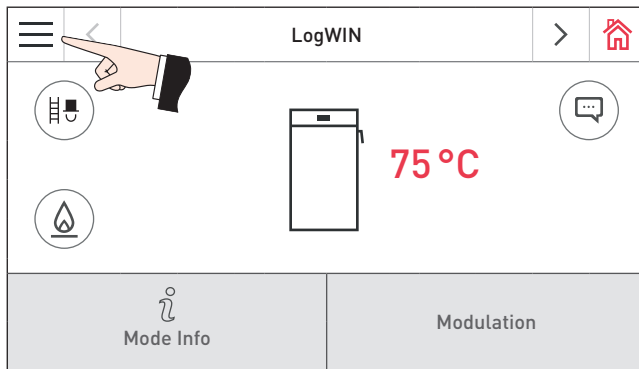
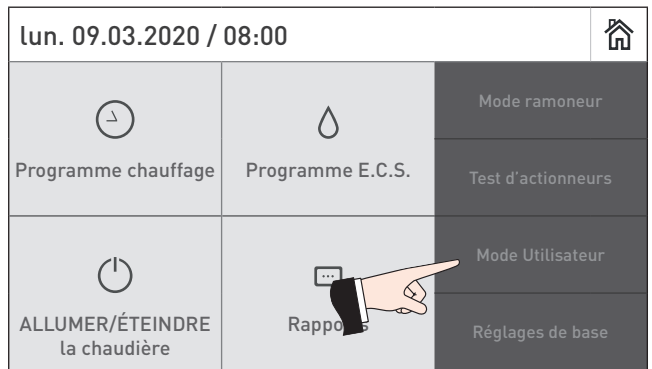

Fig. 63 Écran d'accueil
Fig. 64 Menu
- L'accès au mode Utilisateur s'effectue en appuyant d'abord sur la touche Menu  (Fig. 63) puis sur  (Fig. 64). Il est possible de naviguer entre les différents modes Utilisateur de la chaudière et des modules fonctionnels au moyen des touches <> ou en faisant « glisser » son doigt sur l'écran.